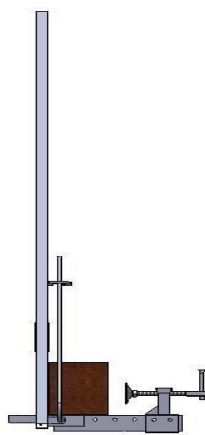

fig. 5
- Inserire il montante (Attenzione! La trave in legno non deve essere bagnata e non devono essere interposti altri elementi tra trave e morsa di fissaggio del parapetto!), facendo attenzione che esso sia perfettamente a contatto, sia sotto che sul fianco della trave (fig. 5 a pag. 9);